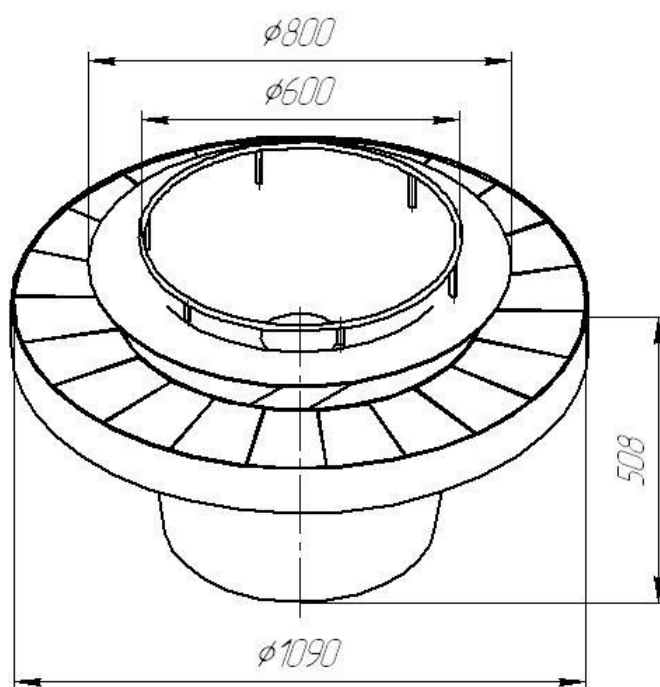

Рис.4
4. Очаг с ограждением выставить по размерам и установите в тумбу камина. Затянуть гайку М16. См.Рис.4